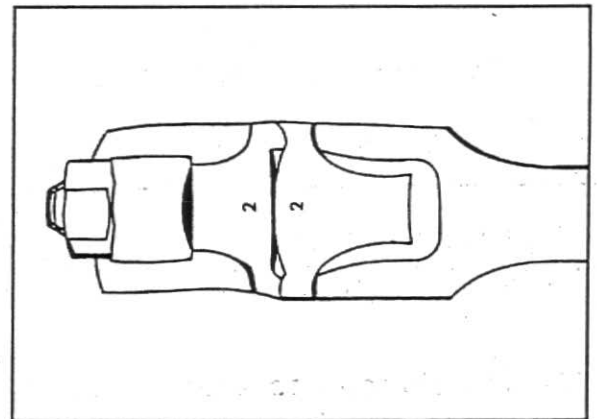

Fig. 8
6. Se for encontrada alguma anormalidade, substitua a peça e faça nova marcação do número da posição da biela no bloco dos cilindros. Exemplo de biela que trabalhará no segundo cilindro, marcada com lápis elétrico, fig.8.